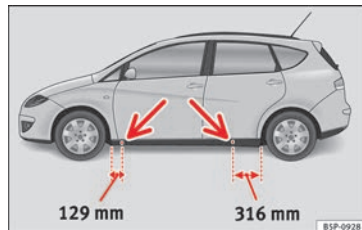

Fig. 158 Puntos de apoyo del gato.
- Busque en el larguero inferior del vehículo el punto de apoyo más cercano a la rueda pinchada » **fig. 158**.
En el larguero inferior van marcados los lugares en los que se puede apoyar el gato » **fig. 158**. Se ha previsto un lugar para cada